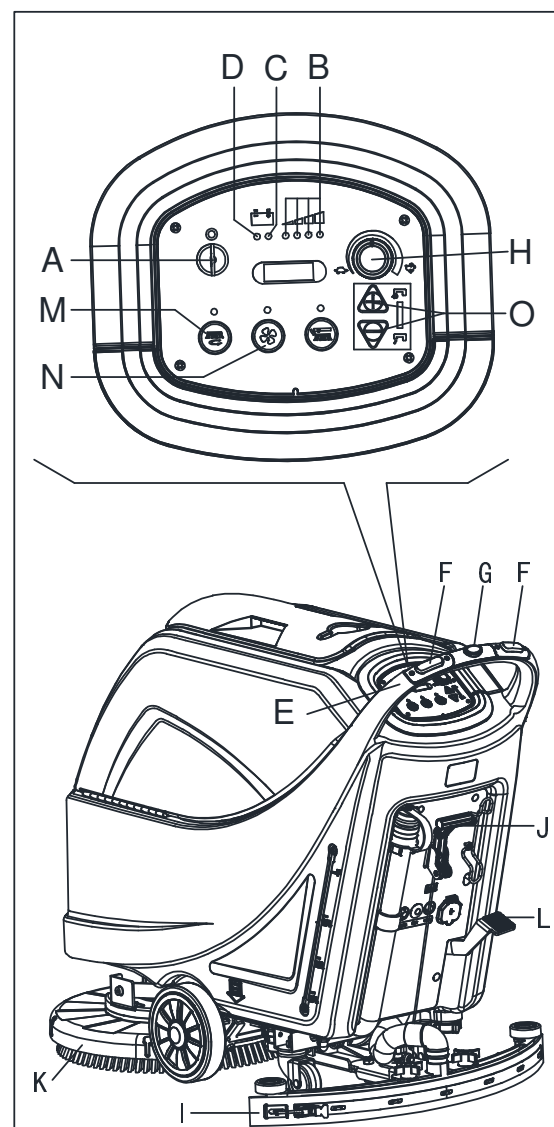

Figure 8
2. Insérer la clé de contact (A, Fig. 8) et la tourner sur "I". Vérifier que le témoin lumineux vert (B) se met en marche (batterie chargée). Si le témoin lumineux LED jaune (C) ou rouge (D) s'allume, retourner la clé de contact sur "0" et charger les batteries (voir la procédure au chapitre Entretien).
- En la poussant avec les mains sur la poignée (E) (uniquement pour les machines sans traction).
- En la poussant avec les mains sur la poignée (E) et en appuyant sur le commutateur (F) pour avancer, ou en appuyant sur le commutateur (F) avec le commutateur (G) pour reculer (uniquement pour la machine à traction). La vitesse d'avancement peut être réglée avec le dispositif de réglage (H).
4. Abaisser l'embouchure (I) avec le levier (J).
5. Abaisser la plate-forme de la brosse/du plateau support disque (K) en appuyant sur la pédale (L).
6. Appuyer sur le commutateur de la brosse/du plateau support disque (M) sur le commutateur du système d'aspiration (N).
7. Appuyer sur les commutateurs de réglage du débit d'eau (O), si nécessaire, en fonction du type de nettoyage à effectuer.
- (uniquement pour les machines sans traction) en poussant la machine avec les mains sur la poignée (E) et en appuyant sur le commutateur (F).
- (uniquement pour les machines avec traction) en poussant la machine avec les mains sur la poignée (E) et en appuyant sur le commutateur (F). Si nécessaire, la vitesse d'avancement peut être réglée avec le dispositif de réglage (H).
2. Tout en gardant les deux mains sur la poignée, appuyer sur l'interrupteur de sécurité (F, Fig. 8), puis manœuvrer la machine et commencer à nettoyer/sécher le sol.